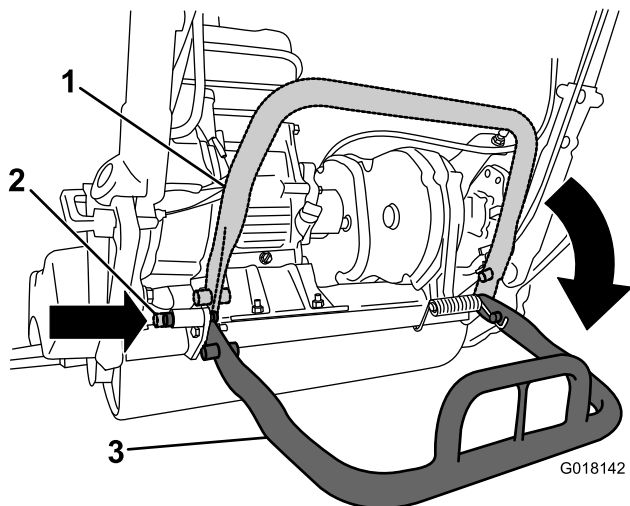

Bild 3
2. Senken Sie den Ständer ab und drücken Sie den Arretierbolzen ein, um den Ständer in der Wartungsstellung zu arretieren (Bild 3). Die Maschine sollte auf dem Arretierbolzen aufliegen.